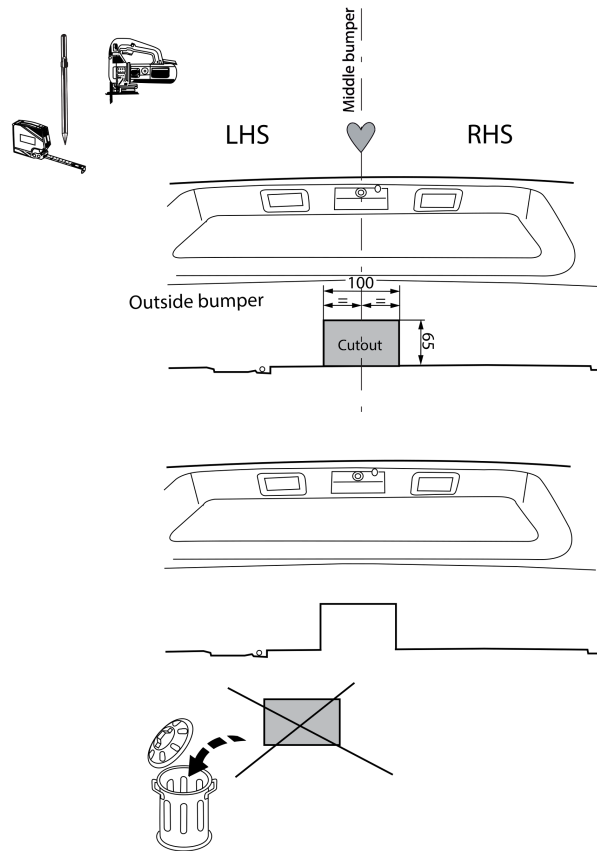

Fig. 5
9. Выпилить часть из бампера в середине снизу, как указано на рис. 5.